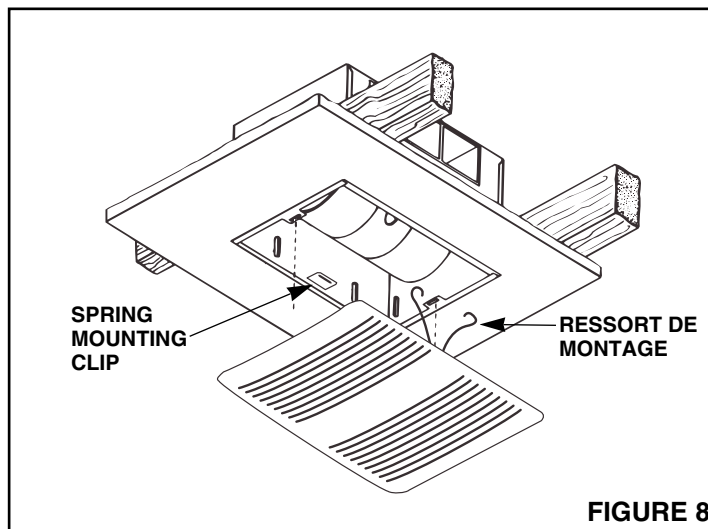

FIGURE 8
1. Voir Figure 8. Comprimer les ressorts de montage de la grille et les insérer dans les fentes du boîtier.